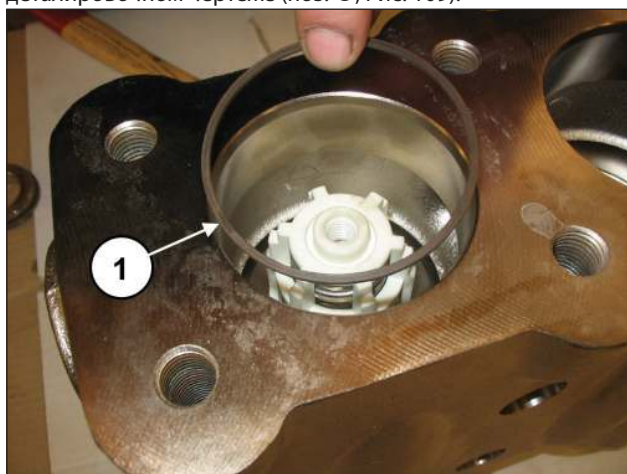

Рис. 109
Вставьте антиэкструзионное кольцо поз. №16 на детализовочном чертеже (поз. ①, Рис. 109).